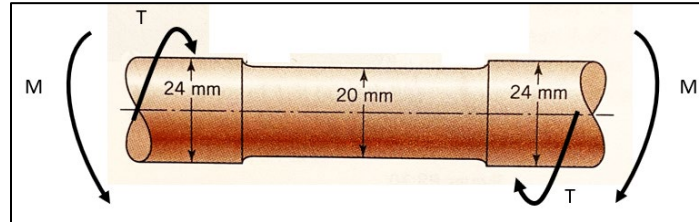

Figure 2 : Arbre cylindrique soumis à des chargements de flexion et de torsion
La figure 2 montre un arbre cylindrique rotatif comprenant une réduction de diamètre. Le rayon des congés est de 2 mm. L'arbre est soumis à un moment de flexion constant (M) de 100 Nm et un moment de torsion (T) variant entre 0 et 150 Nm. L'arbre est fait d'acier AISI 1050 trempé et revenu, dont les propriétés mécaniques sont : $S_{ut} = 1000$ MPa et $S_y = 800$ MPa. La surface de l'arbre à l'endroit critique est usinée. À l'aide de la théorie de Goodman, calculez le facteur de sécurité de cet arbre pour une vie infinie, dans 95 % des cas. Vérifiez aussi le critère d'écoulement. Négligez l'effort tranchant dans les calculs.